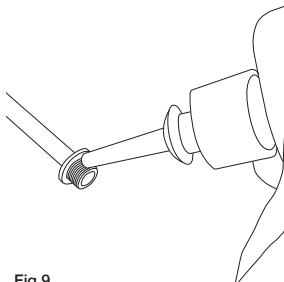

Fig.9
- Avant le remontage, il est conseillé d'appliquer du Loctite 222 à faible résistance sur le filetage des vis (Fig. 9).